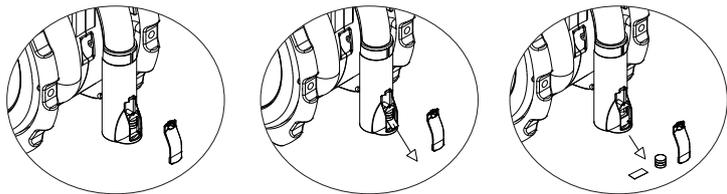

Рис.2
**ВНИМАНИЕ!** Светодиодный фонарик питается от трёх батареек AG10 (LR54, либо аналоги), для замены которых следует открыть специальную заглушку (Рис. 2).